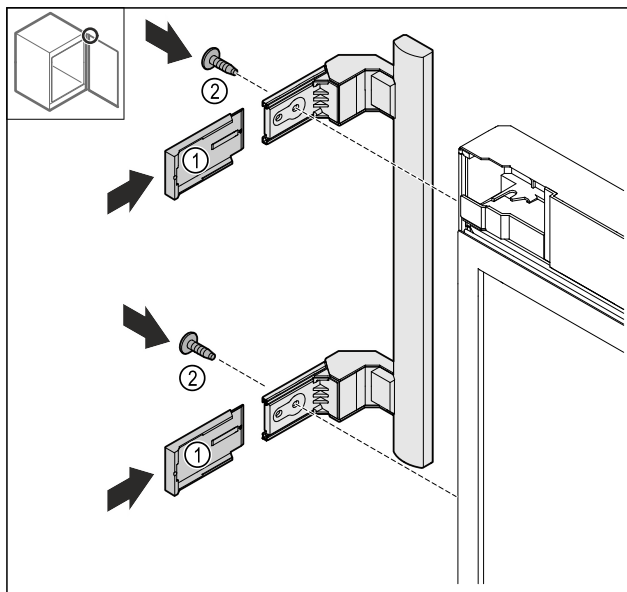

Fig. 25
- Skjut på skydden Fig. 25 (1).